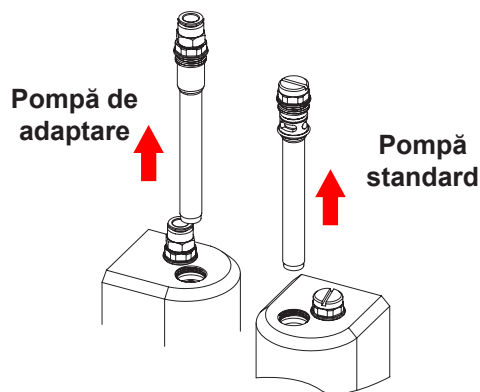

Figura 15 Slăbirea tubulaturii de fluidizare
2. Vezi figura 15. Desfaceți dopul de intrare al tubului de fluidizare și extrageți ansamblul tubului de fluidizare din corpul pompei.